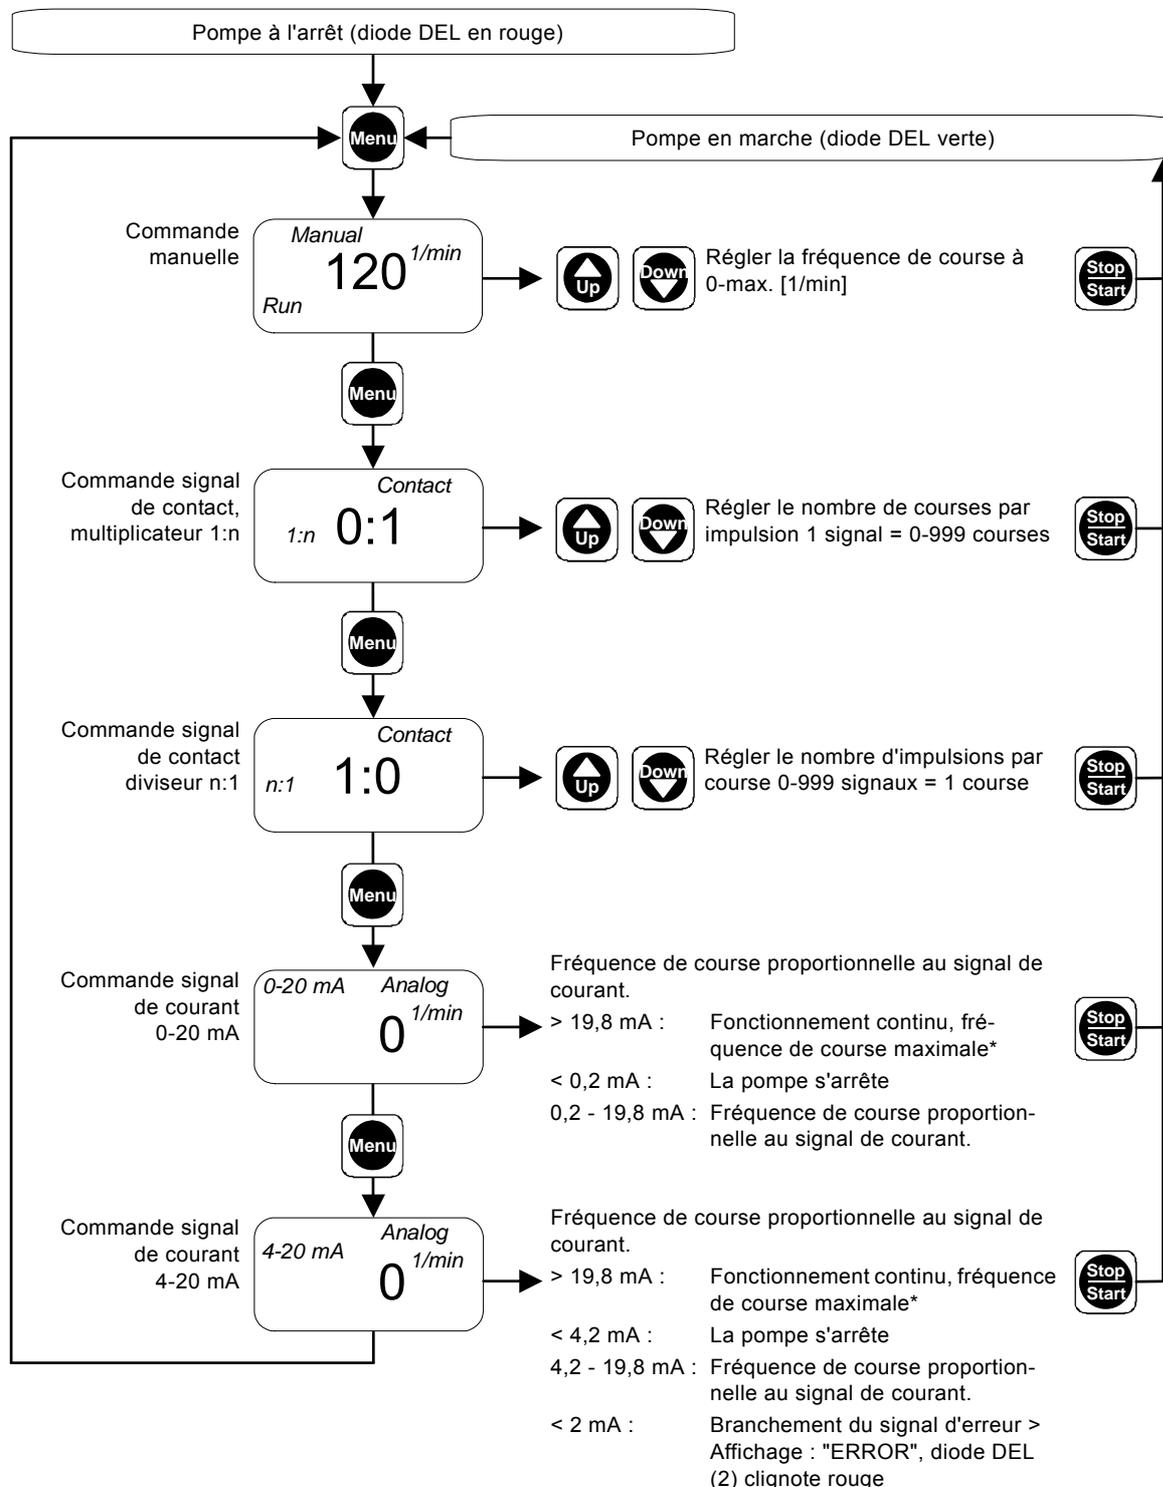

Fig. 19 Premier niveau de fonction
3. Pour modifier les paramètres dans le menu concerné, utiliser "Up" et "Down", selon fig. 19.